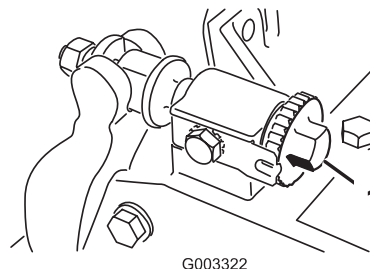

Bild 18
1. Lösen Sie den Spindel-zu-Untermesser-Kontakt, indem Sie die Einstellhandräder des Untermessers (Bild 18) nach links drehen, bis kein Kontakt besteht.